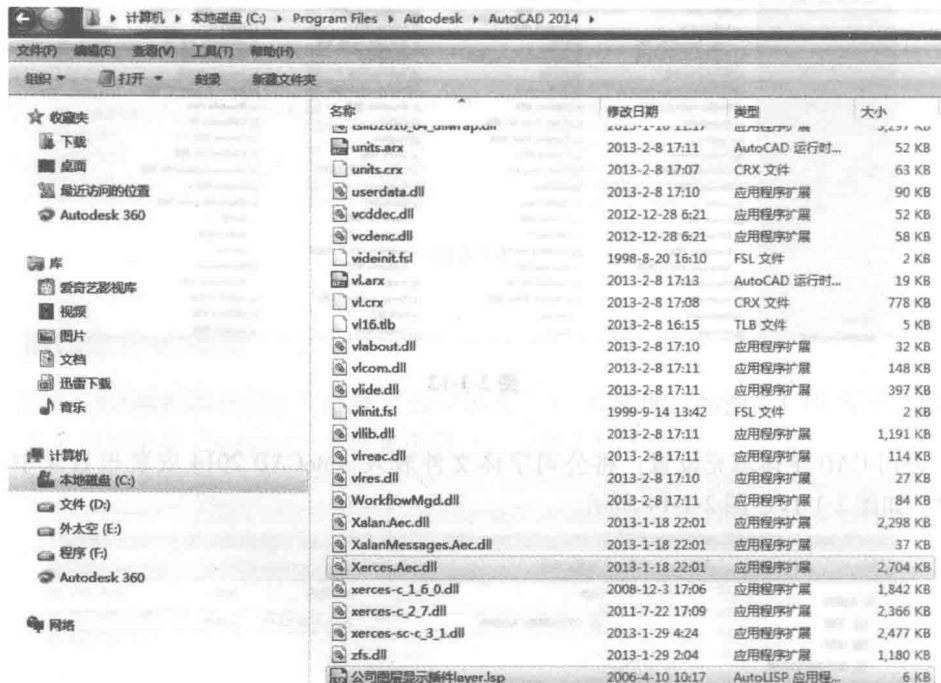

图 2-1-15
(4) 公司图层显示插件设置：将公司图层显示插件 layer.lsp 文件复制到 AutoCAD 2014 安装根目录中，如图 2-1-15 所示。